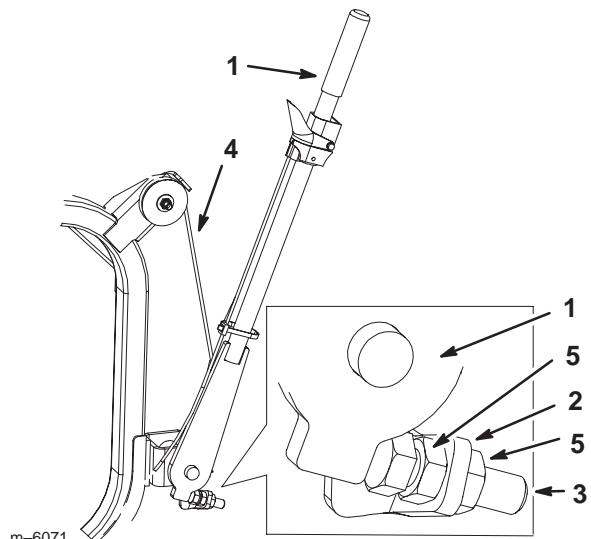

Figure 20
1. Desserrez les écrous de chaque côté de la patte de butée (Fig. 20).
2. Réglez le boulon de butée jusqu'à ce qu'il **n'y ait plus** de mou dans le câble du bac de ramassage (Fig. 20).
3. Serrez les écrous de chaque côté de la patte de butée (Fig. 20).